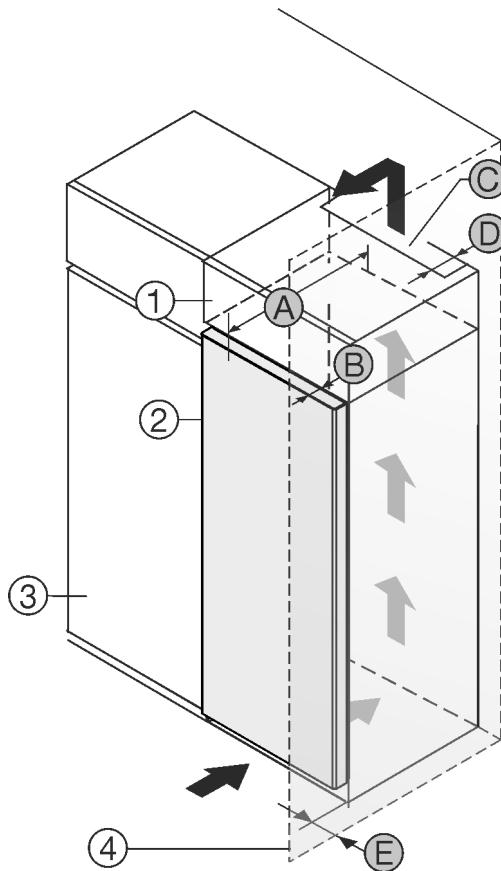

Fig. 1
Přístroj nainstalujte přímo vedle kuchyňské skříňky Fig. 1 (3).
Na zadní straně nástavné skřínky musí být větrací sachta hluboká Fig. 1 (D) přes celou šířku nástavné skřínky.
Pod stropem místnosti musí být dodržen ventilační průřez Fig. 1 (C).
Když se přístroj instaluje závěsy vedle stěny Fig. 1 (4), musí být vzdálenost mezi přístrojem a stěnou minimálně 13 mm.
Když se přístroj instaluje závěsy vedle stěny Fig. 1 (4), musí být vzdálenost mezi přístrojem a stěnou minimálně 20 mm.
Aby bylo možné dvířka plně otevřít, musí přístroj přesahovat o hloubku dvírek Fig. 1 (B) vůči přední linii kuchyňské skřínky. V závislosti na hloubce kuchyňských skříněk Fig. 1 (3) a použití vymezovačů odstupu od stěny může přístroj vyčnívat dále.